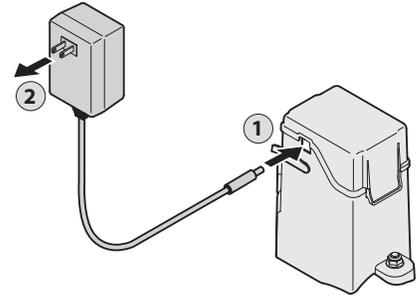

Figure 4-6
1. Enlevez le couvercle de la batterie et branchez le connecteur mâle dans le connecteur femelle situé sur le côté du boîtier de la batterie. Voir Figure 4-6.